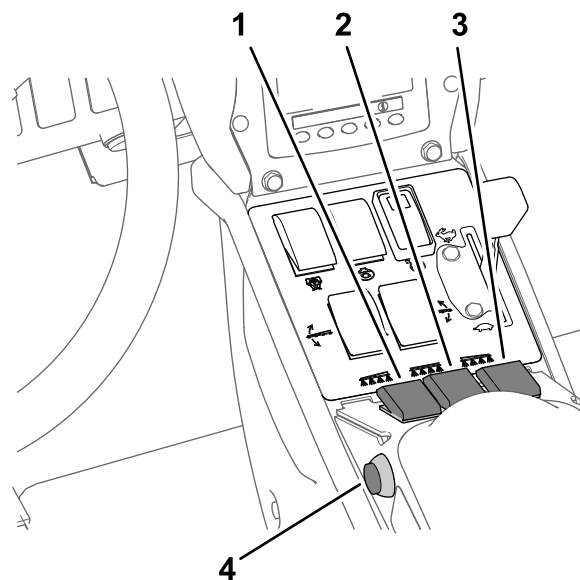

Figure 39
- Placez le(s) interrupteur(s) de section de pulvérisation en position ACTIVÉE (Figure 39).
- Conduisez à la vitesse voulue puis réglez la commande générale des sections à la position ACTIVÉE pour commencer la pulvérisation (Figure 39).
3. Placez la commande générale des sections à la position DÉSACTIVÉE ; voir Figure 39 sous Pulvérisation en mode débit d'application \(page 39\).
7. Placez les interrupteurs des sections individuelles en position ACTIVÉE ; voir Figure 39 sous Pulvérisation en mode débit d'application \(page 39\).
9. Conduisez à la vitesse voulue puis réglez la commande générale à la position ACTIVÉE pour commencer la pulvérisation ; voir Figure 39 sous Pulvérisation en mode débit d'application \(page 39\).